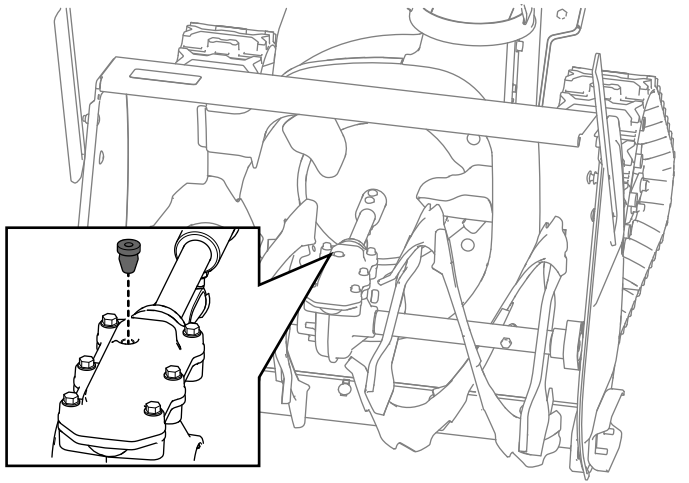

Figure 33
2. Nettoyez la surface autour du bouchon de tuyau et retirez le bouchon du boîtier d'engrenages (Figure 33).